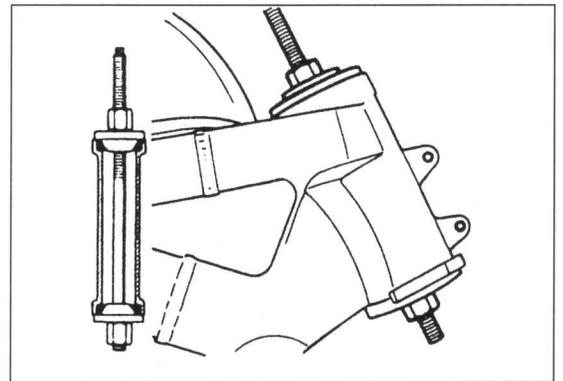

Bild 241 ►
- In oberen und unteren Lenkkopflagersitz Lagerschale mit passendem Rundmaterial eintreiben. Darauf achten, dass Lagerschale nicht verkantet und so Lagersitz aufweitet. Besser Lager mit Gewindestange und passend breiten Unterscheiben einziehen wie in Bild 241 gezeigt.